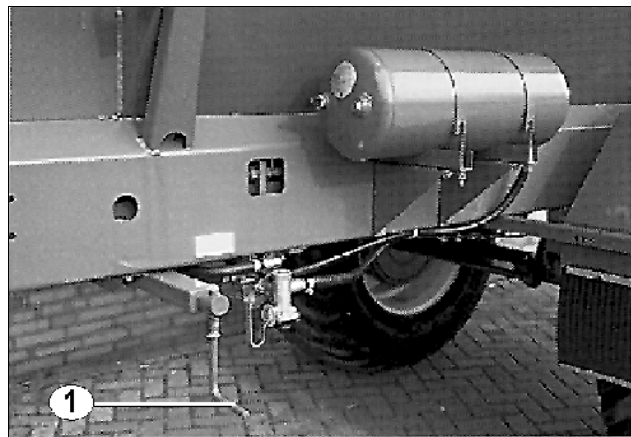

Fig. 22
- Die Betätigung der Feststellbremse erfolgt bei Großflächenstreuern mit Druckluftbremse über die Kurbel (Fig. 22/1) seitlich am Fahrzeug. Kurbel bis zum Anschlag rechts herum drehen.